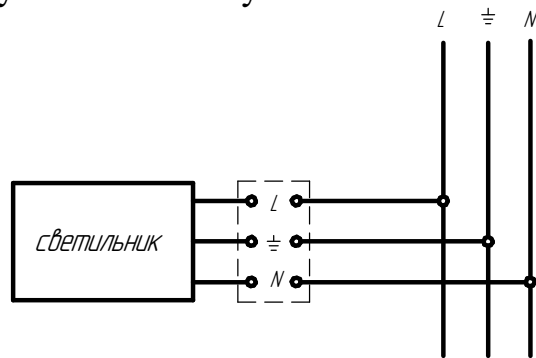

Рисунок 3 - Схема подключения светильника к сети
5.4 Присоедините сетевые провода к клеммной колодке на корпусе согласно схеме подключения (см. рисунок 3 и 4).